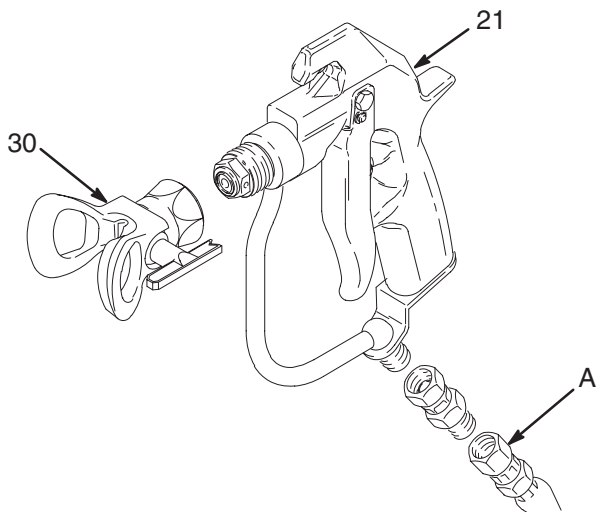

Fig. 6 04731
2. Kople fra maleslangen (A). Demonter dyseholderen (30). Skru ut fjærskruen (21) ca. 7 mm for å avlaste fjærspenningen. Se Fig. 6.